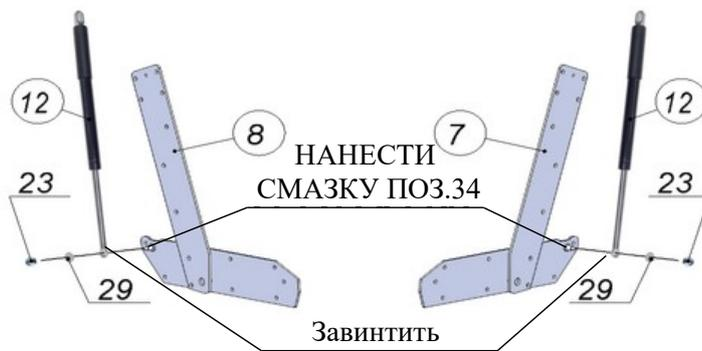

Рис.3.1
9) НАНЕСТИ НА ОСИ МЕХАНИЗМОВ ПОДЪЁМА ПОЗ.7 И 8 СМАЗКУ поз.34 в соответствии с рис.3.1 и 3.2, не касаясь резьбы. ПРОВЕРИТЬ И ЗАВИНТИТЬ ДО УПОРА СЕРЬГИ ГАЗЛИФТОВ НА РЕЗЬБОВЫХ СТЕРЖНЯХ (рис.3.1 и рис.3.2). Присоединить газлифты поз. 12 к механизмам поз.7и 8 штоком (тонким стержнем) вниз в соответствии с рисунками 3.1 и 3.2, используя шайбы $\varnothing 6 \times 18$ стальные поз.29 , гайки М6 со стопорным кольцом поз.23.